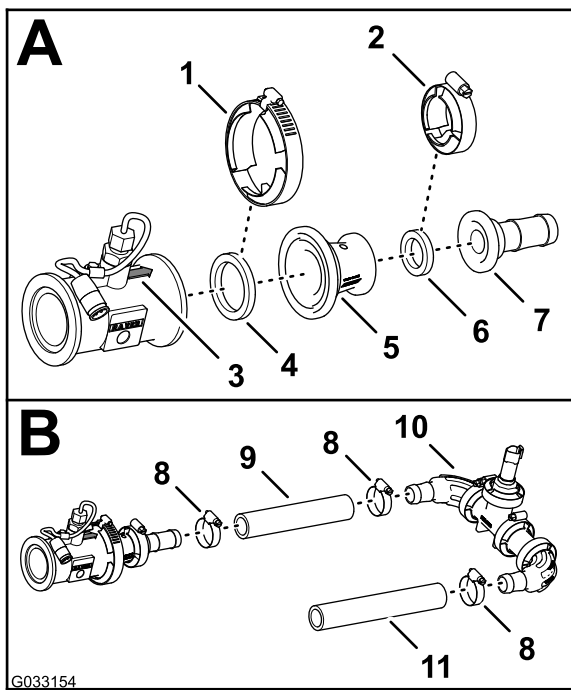

图83
- 将在 **拆下接头管和异径管适配器** (页码 19) 的步骤 4 中卸下的垫片2-1/4 英寸和压力传感器与流量计方向箭头所指的一端对齐图83。
2. 使用在 拆下接头管和异径管适配器 \(页码 19\) 的步骤 2 和 3 中卸下的法兰夹具76mm将流量计和垫片外径 2-1/4 英寸固定至适配器 图83。
3. 将垫片2-1/4 英寸和宝塔软管接头与异径管适配器的末端对齐 图83。
4. 使用法兰夹具51mm固定宝塔凸缘接头、垫片和异径管适配器 图83。
5. 如 图83 所示将软管 1 x 7¼ 英寸安装到压力传感器和歧管的宝塔凸缘接头和宝塔弯头。
6. 用 2 个软管夹固定软管和宝塔接头 (图83)。
7. 如 图83 所示将软管 1 x 8½ 英寸安装到压力传感器和歧管的另一个宝塔弯头。
8. 用 1 个软管夹固定软管和宝塔接头 图83。